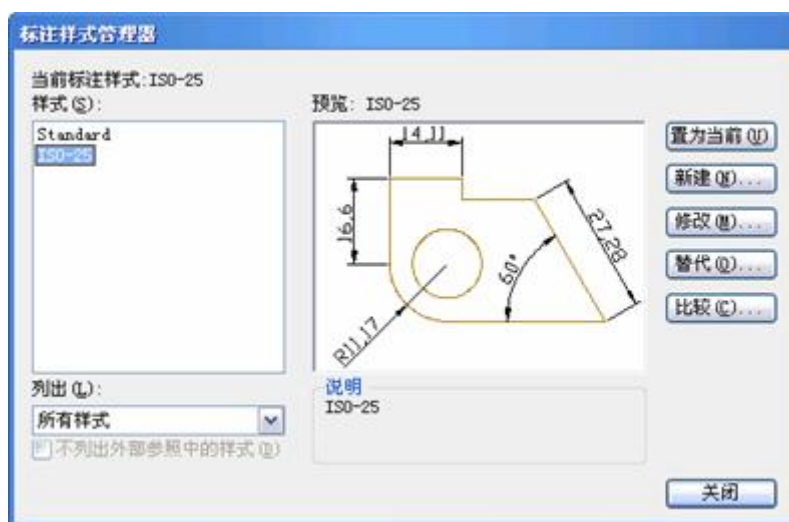

图 9-2 “标注样式管理器”对话框
执行 Ddim 命令后,将出现如图 9-2 所示“标注样式管理器”对话框。
1) 执行 Ddim 命令，在如图 9-2 所示的“标注设置”对话框中，点击“新建”按钮，在“新的标注样式”对话框，在新标注样式名中输入“ZW”。